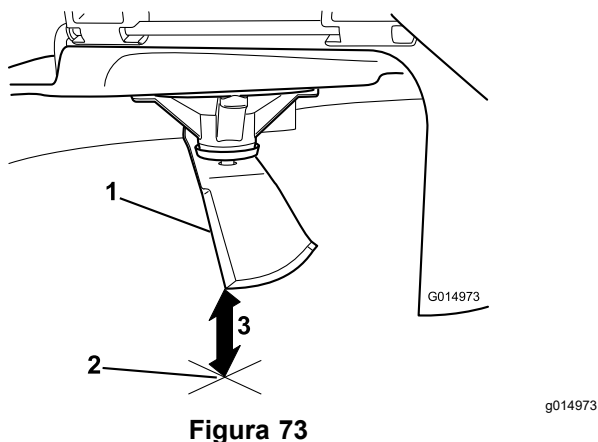

**Figura 72**
4. Rode a mesma lâmina 180 graus para que a extremidade de corte oposta fique na mesma posição (Figura 72).